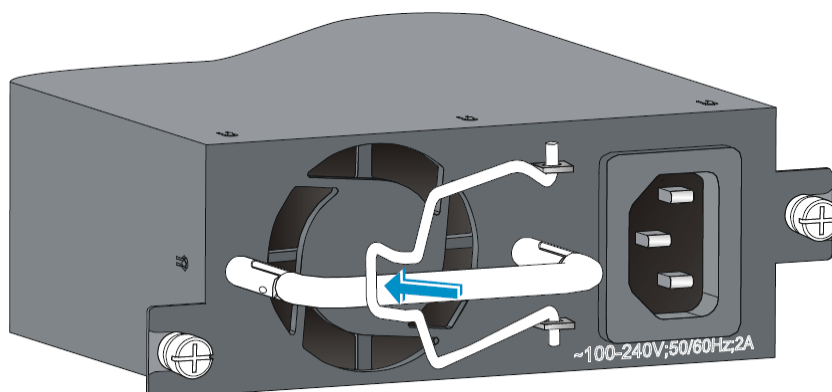

図 3-22 電源モジュールへの AC 電源ケーブルの接続 1
- 2) 図 3-22 に示すように、AC 電源ケーブルの固定金具（電源モジュールに添付されています）のフックを、AC 電源入力ソケットの両側にある穴に取り付けてください。AC 電源ケーブルの固定金具を左に移動してください。